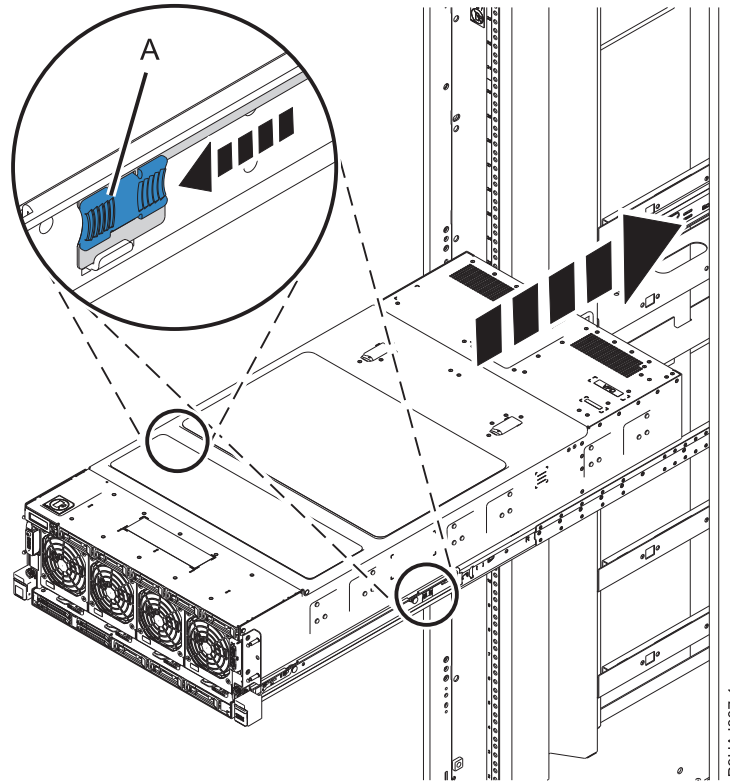

Figure 20. Libération des loquets au milieu des glissières et insertion du système dans l'armoire
6. Placez-vous à l'avant de l'armoire. Relâchez les loquets au milieu des glissières (A) et insérez le système à moitié dans l'armoire, comme illustré à la figure 20, à la page 22.
8. Relâchez à nouveau les loquets au milieu des glissières (A) et insérez complètement le système dans l'armoire, comme illustré à la figure 20.